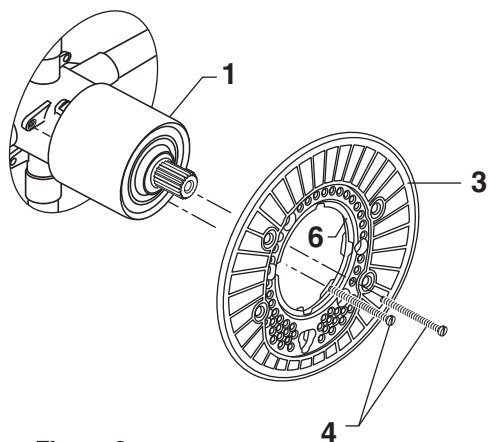

Figura 2.
- **Figura 2.** Asegúrese de que la junta tórica (6) es seguro dentro de el SOPORTE DEL CHAPETÓN (3). Empuje el SOPORTE DEL CHAPETÓN (3) en la TAPA (1) y fije el cuerpo de la válvula usando los TORNILLOS LARGOS (4).